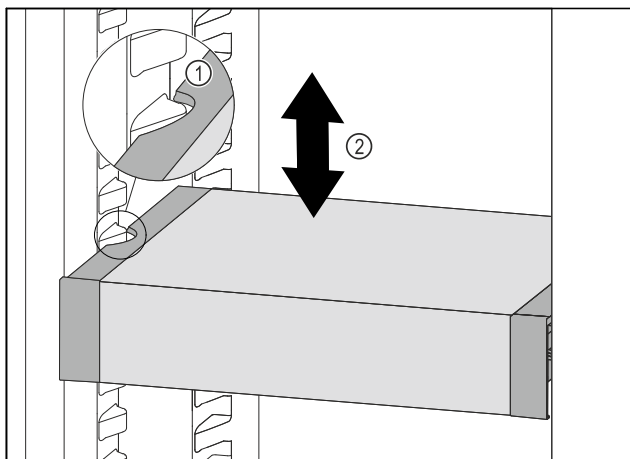

Fig. 50
- Dra VarioSafe framåt tills sidofördjupningarna på VarioSafe är i samma nivå som behållarlisterna i kyldelen. Fig. 50 (1)
- Förflytta VarioSafe uppåt eller nedåt i kyldelen tills önskad höjd har uppnåtts. Fig. 50 (2)